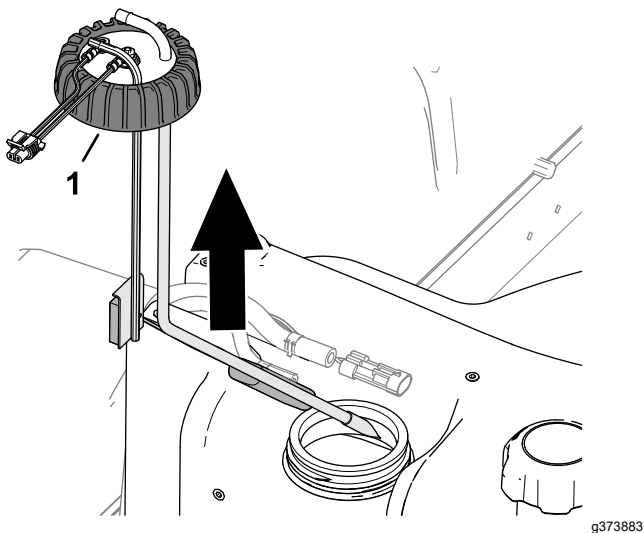

Figura 125
5. Slăbiți capacul transmițătorului pentru combustibil (Figura 125).